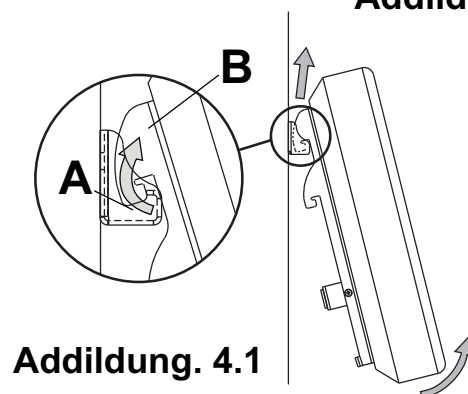

Abbildung. 4.1
- 4 Zum Abnehmen des Bildschirms vom Halter bewegen Sie die Unterkante des Bildschirms von der Wand weg und drücken die Oberkante des Bildschirms leicht gegen die Wand, um die Haken an den vertikalen Halterungen (B) von der Wandplatte (A) zu lösen. Heben Sie den Bildschirm wie in Abbildung 4.1 gezeigt von der Wandplatte ab.